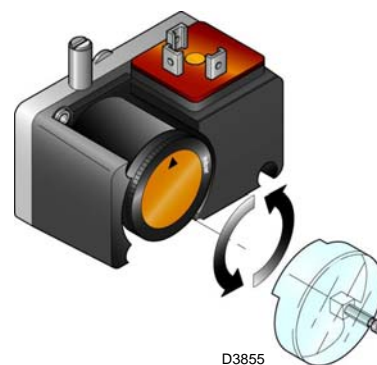

Fig. 29
- Regolare il pressostato gas di minima (Fig. 29) a inizio scala.
- regolare il pressostato gas di minima (Fig. 29), posto sulla rampa gas, a inizio scala;
Eeguire la regolazione del pressostato gas di minima dopo aver effettuato tutte le altre regolazioni del bruciatore con il pressostato regolato a inizio scala (Fig. 29).